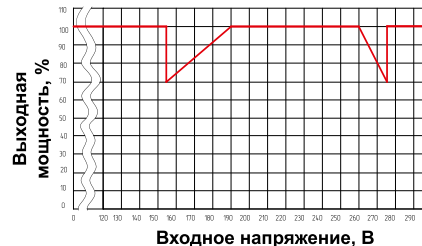

Рис. 4
10.1.1. Суммарная полная мощность всех подключаемых к инвертору потребителей не должна превышать величины 70% максимальной или 100% номинальной длительной мощности прибора, только если входное напряжения сети находится в пределах от 190В до 260В в режиме стабилизатора. При возможном изменении входного напряжения в пределах от 160В до 270В суммарная полная мощность всех подключаемых к инвертору потребителей не должна превышать величины 50% от максимальной мощности прибора. При возможном изменении входного напряжения в пределах от 140В до 270 В следует руководствоваться зависимостью на рис. 4 при определении максимальной мощности нагрузки. Невыполнение данного требования может привести к частому нежелательному срабатыванию средств защиты от перегрузки блока стабилизатора в составе инвертора с отключением потребителей электроэнергии, а также к сокращению срока службы изделия и его преждевременному выходу из строя.